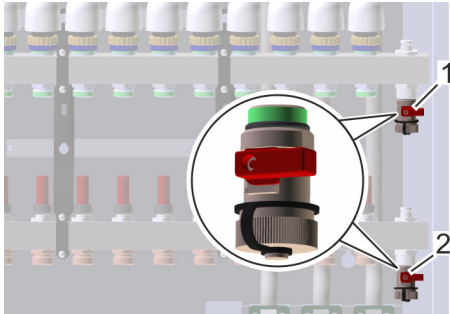

Abb. 90: Befüll- und Entleerhähne
1. ➤ Einen Eimer unter die Befüll- und Entleerhähne (Abb. 90/1–2) halten.